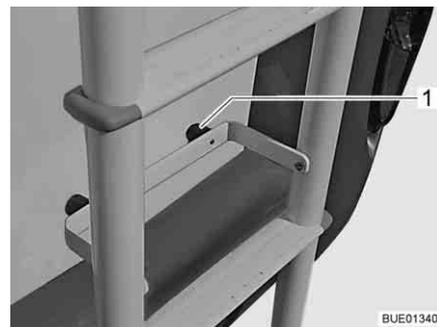

Fig. 2 Escalera plegada hacia abajo
- Colocar el estribo de protección con los puntos de goma (Fig. 2 ,1) contra la pared posterior del vehículo.